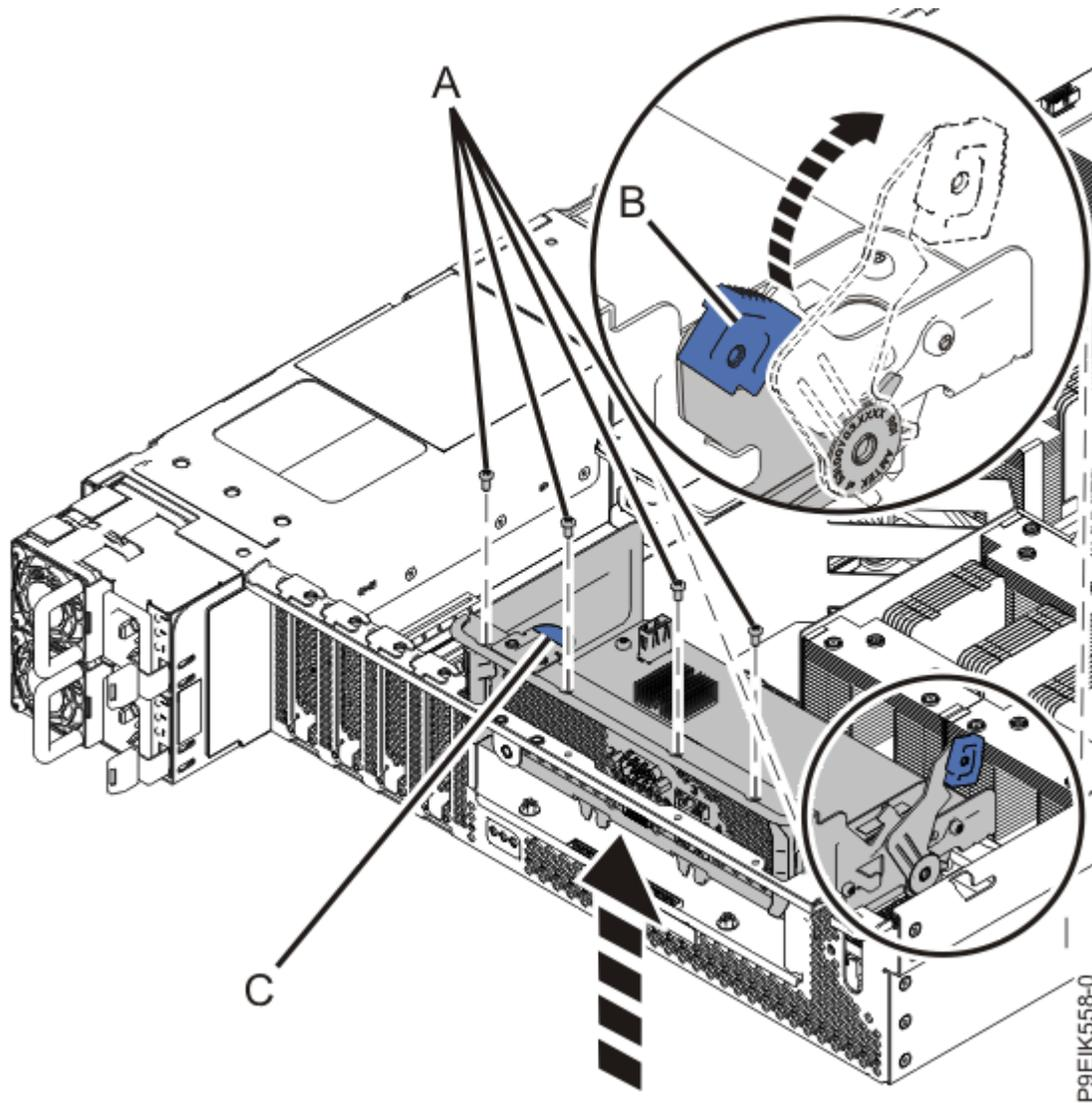

図 1. BMC カードの取り外し
3. BMC カードを取り外すには、以下のステップを実行します (4 ページの図 1 を参照)。